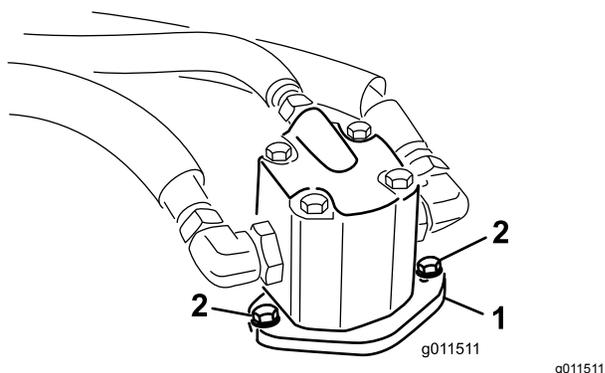

Рисунок 76
4. Выверните болты крепления гидроцилиндра к деке газонокосилки (Рисунок 76).